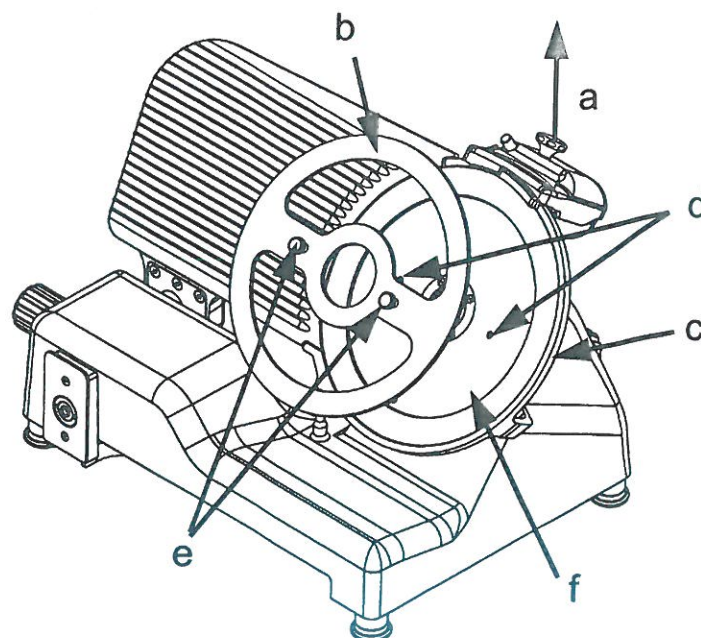

Abb.52
2. Die Schleifvorrichtung (Abb.52 Detail a) abnehmen und mit dem graduierten Drehgriff das Segel nur so weit öffnen, dass die Maske auf das Schneideblatt aufgesetzt werden kann (Abb. 52 Detail b);
3. die drei oder vier Schrauben(je nach Modell) (Abb. 52 Detail f), die das Schneideblatt festklemmen, abschrauben;
5. Die Löcher (Abb. 52 Detail d) des Schneideblatts müssen mit den zwei Drehbolzen (Abb. 52 e) der Maske zusammenpassen, dazu das Schneideblatt drehen, bis sie zusammenpassen.